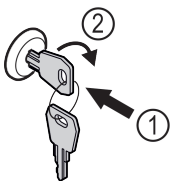

Fig. 158
- ▶ Dugja be a kulcsot. Fig. 158 (1)
- ▶ Forgassa el a kulcsot 90°-kal az óramutató járásával megegyező irányba. Fig. 158 (2)